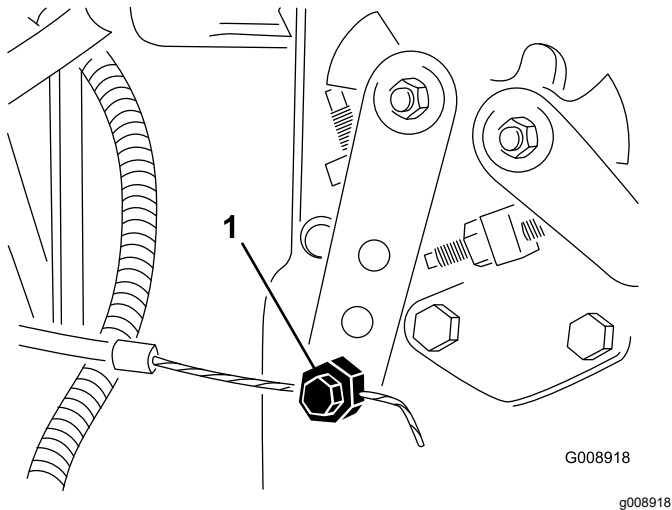

Figura 83
4. Allentate il raccordo del cavo dell'acceleratore sulla leva della pompa di iniezione (Figura 83).